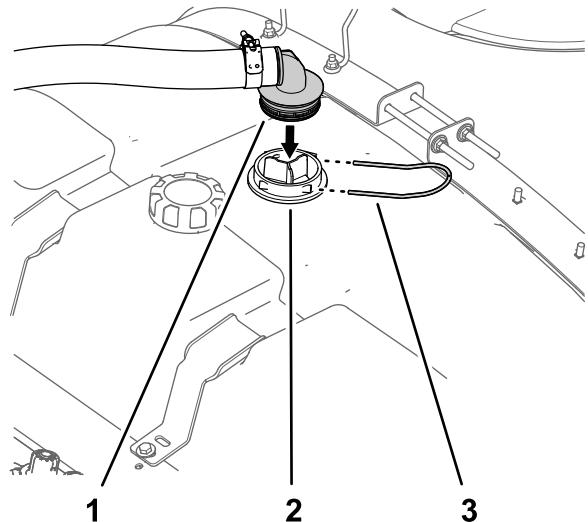

図 2
1. 液剤タンク上部で、散布用給液ホースのバーク付き90°フィッティングを吸い込みスクリーンのハウジングに固定しているリテーナを取り外して、バーク付きフィッティングをハウジングから外す図2。
2. 吸い込みスクリーンのハウジングから、バーク付き90°フィッティングを外す図2。